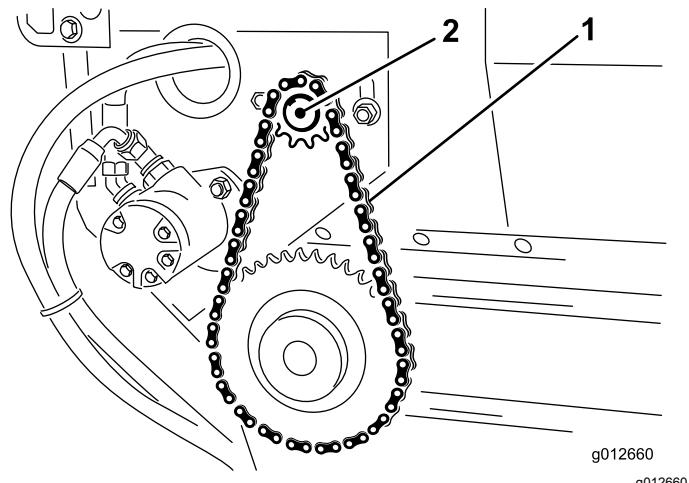

Рисунок 24
- Ослабьте болты и гайки, которые крепят гидромотор в сборе со звездочкой к основной раме (Рисунок 24).
- Поворачивайте гидромотор в сборе со звездочкой (Рисунок 24) в монтажных пазах, пока цепь привода ленты транспортера не отклонится на 3,2 мм.
- Затяните крепежные болты (Рисунок 24).